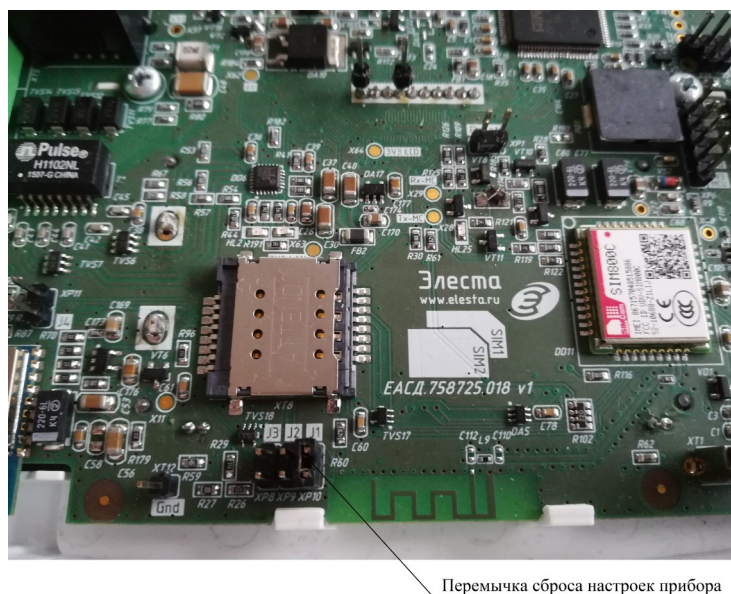

Рисунок 5.1. Перемычка для сброса настроек прибора к заводским установкам.
- 3 Замкнуть на плате прибора контакты **J1**, перемычкой из комплекта поставки (рис. 5.1).